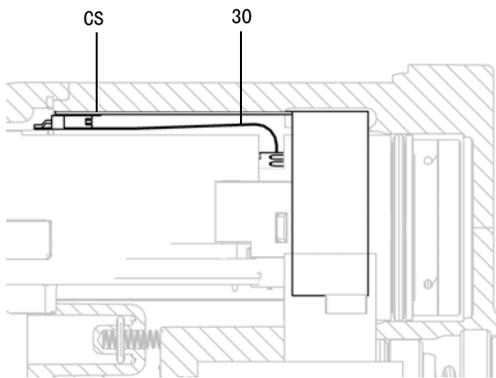

图 37. 连接柔性电路
5. 要将供电电源 (7) 与涡轮 (8) 分离，须断开供电电源的 3 线带状连接器 (PC) 连接。参见图 37。
仅适用智能型：将 6 针柔性电路（30）的连接器和枪身顶部位置的插口（CS）对准。参见图 37。